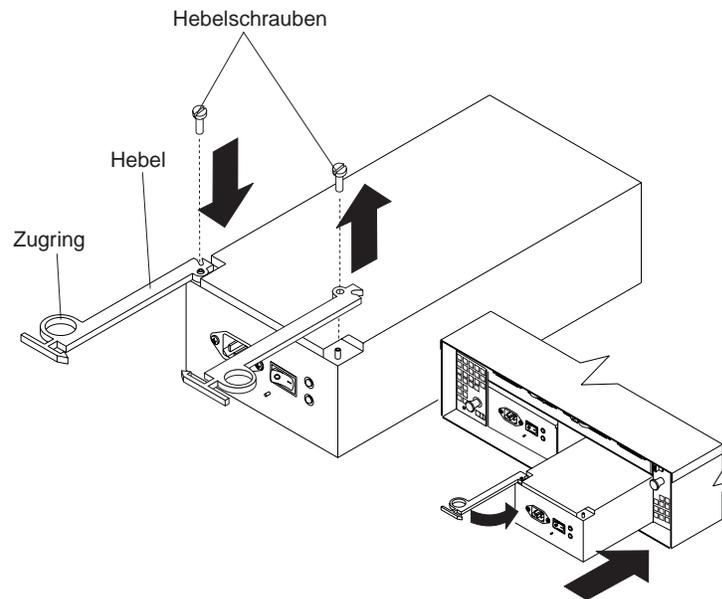

Abbildung 40. Netzteilhebel bewegen und fehlerhaftes Hot-Swap-Netzteil austauschen
Anmerkung: Wenn Sie das fehlerhafte Netzteil austauschen, achten Sie darauf, dass der neue Netzteilhebel mit der Seite des Netzteils in der Mitte der Erweiterungseinheit verbunden ist. Wenn dies nicht der Fall ist, entfernen Sie die Hebelschrauben, drehen den Hebel um und ziehen die Schrauben an der gegenüberliegenden Seite an, wie in Abb. 40 dargestellt.
- a. Schieben Sie das Netzteil in die Erweiterungseinheit. Achten Sie darauf, dass der Hebel herausgezogen ist, wenn Sie das Netzteil in die Erweiterungseinheit schieben (siehe Abb. 40 auf Seite 52).